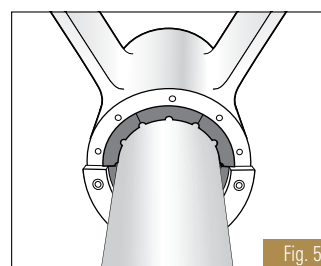

Fig. 5
6. Inserte las duelas en la mitad superior. Lubrique la superficie de las duelas y los laterales de la última duela con jabón líquido de fregar para conseguir un ajuste más sencillo de la última duela. NO LUBRIQUE LA PARTE TRASERA DE LAS DUELAS. Puede que necesite instalar y ajustar la última duela con la ayuda de un mazo de madera. (Fig. 5).